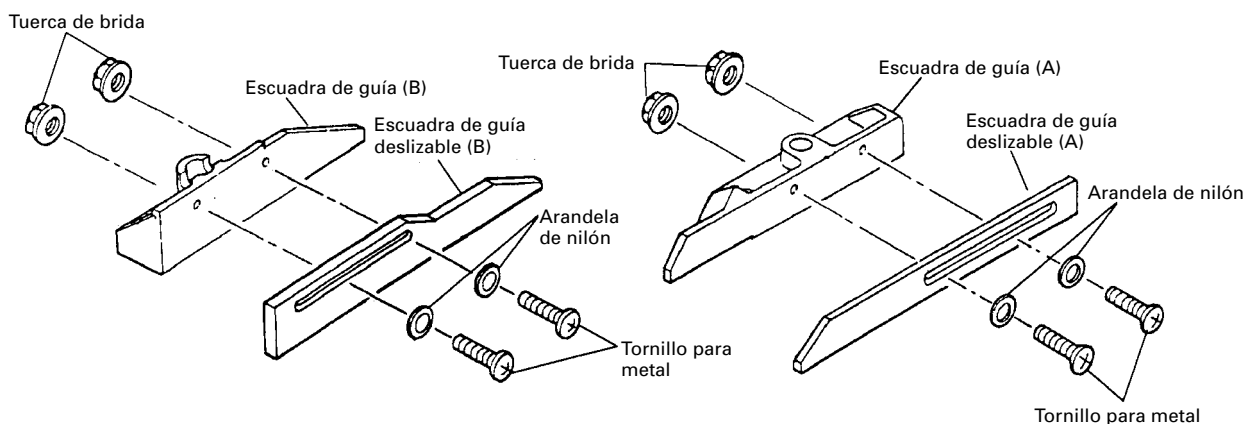

Fig. 19
- (1) Coloque las escuadras de guía deslizables (A) y (B) y las escuadras de guía (A) y (B) de la base.
- (2) Para la instalación, utilice los cuatro tornillos para metal con arandelas de nilón y las tuercas de brida como se muestra en la Fig. 19.
- (3) Ajuste las escuadras de guía deslizables (A) y (B) para estabilizar la pieza de trabajo. El margen de ajuste de las escuadras de guía deslizables (A) y (B) es de 0 a 95 mm (0 a 3-3/4").
- (4) Confirme la posición de las escuadras de guía deslizables (A) y (B) sobre las escuadras de guía (A) y (B) con los cuatro tornillos para metal firmemente apretados de forma que no se muevan las escuadras de guía (A) y (B) (consulte la Fig. 19).